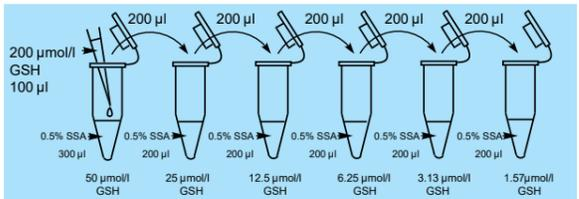

図 3 GSH standard solution の調製例
- 1) 200  $\mu$ mol/l GSH standard solution (100  $\mu$ l) に 0.5% SSA 水溶液 300  $\mu$ l を加え、50.0  $\mu$ mol/l の GSH 溶液を調製する。さらに順次 2 倍希釈して、標準液 (50.0, 25.0, 12.5, 6.25, 3.13, 1.57, 0  $\mu$ mol/l) とする (図 3)。